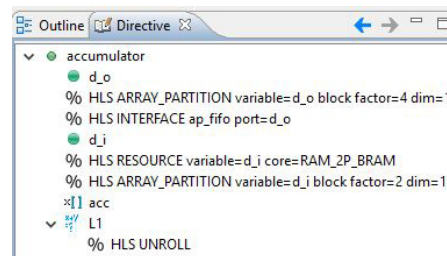

Abbildung 24: Direktiven
- Wiederholen Sie dies für das Argument `d_i`, tragen Sie aber als Faktor den Wert 2 ein. Abbildung 24 zeigt, wie die Direktiven nun aussehen sollten.